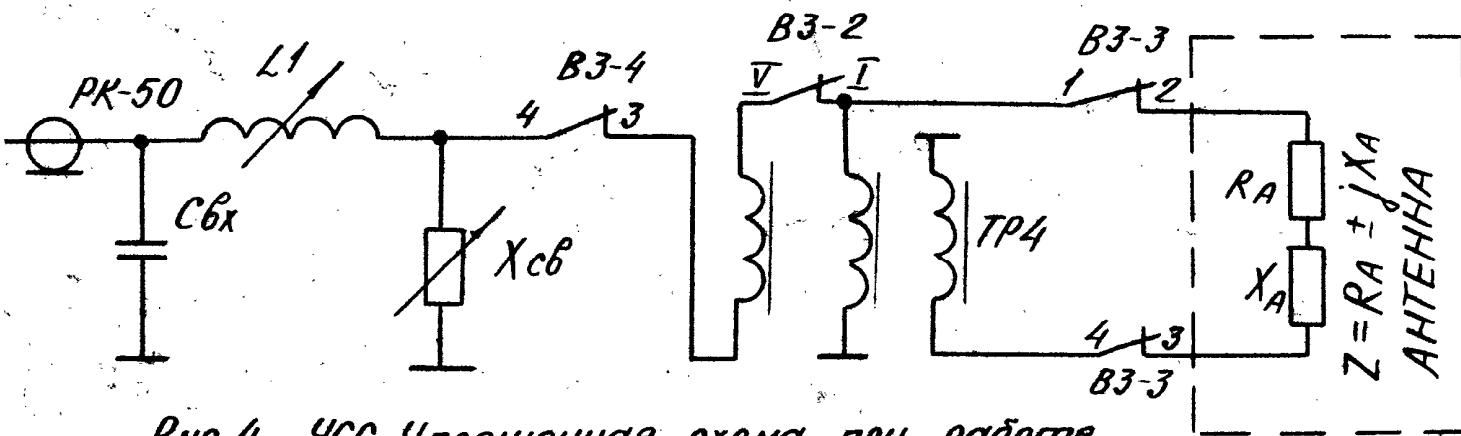
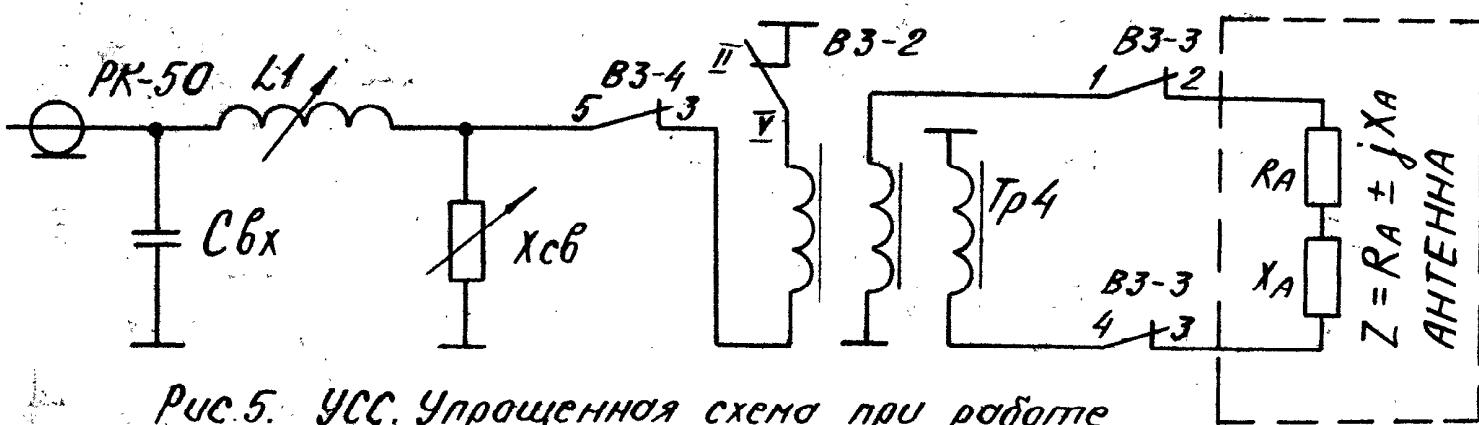
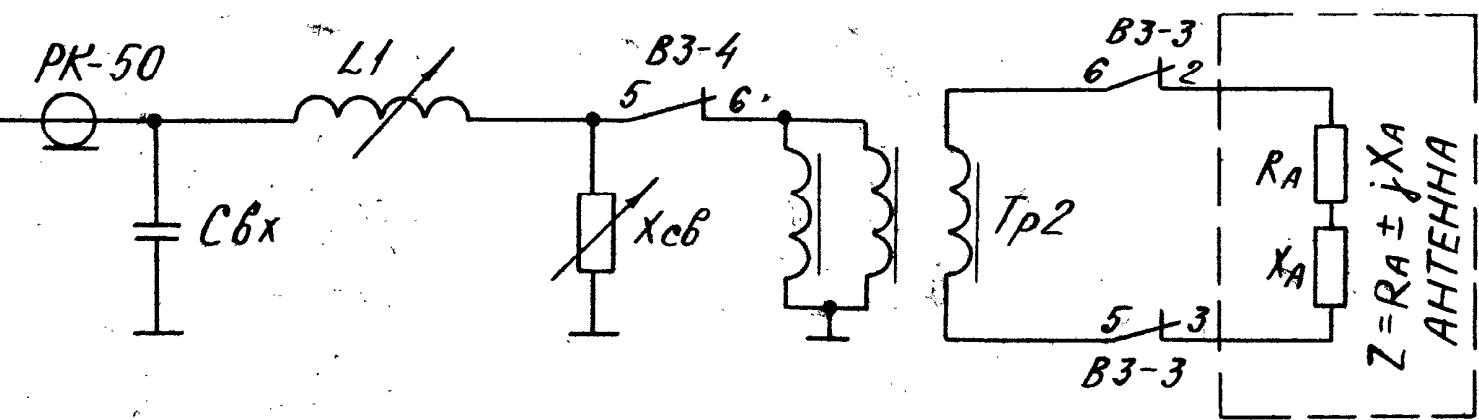

Рис.4. УСС. Упрощенная схема при работе в диапазоне частот 1,5-4 МГц.
Рис.5. УСС. Упрощенная схема при работе в диапазоне частот 4-16 МГц.
Рис.6. УСС. Упрощенная схема при работе в диапазоне частот 16-30 МГц.
4.3.3. Для пояснения принципа работы УСС можно представить в виде упрощенных схем (рис. 4—6). На рис. 4 показана упрощенная схема УСС при работе его в диапазоне частот (1,5—4) МГц; на рис. 5 — в диапазоне частот (4—16) МГц, а на рис. 6 — в диапазоне частот (16—30) МГц. Как видно из этих схем, в любом диапазоне частот УСС представляет собой П-образный фильтр низких частот, обеспечивающий подавление гармонических составляющих передатчика.